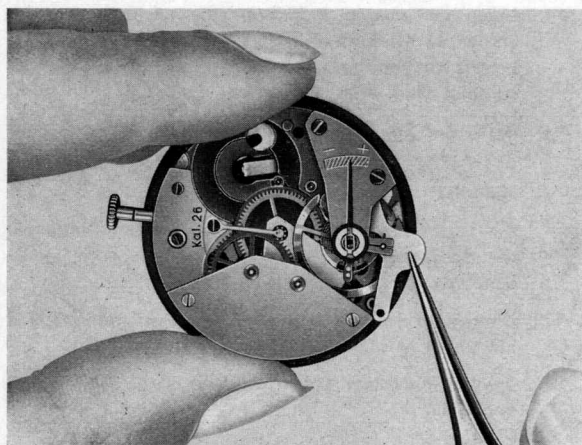
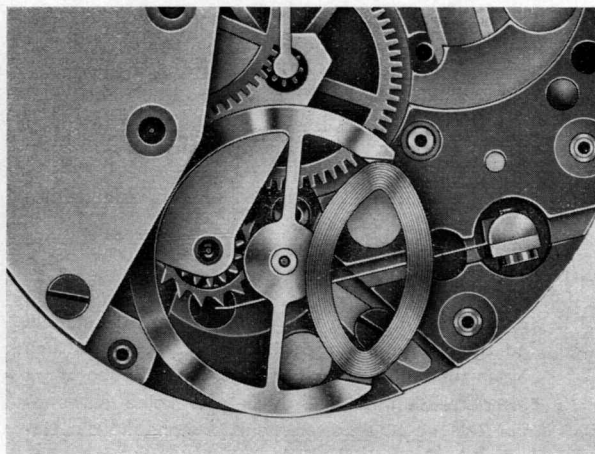

Abb. 8
Abb. 13
- 6.1.3 Lösen der oberen Jochschrauben und Entfernen des oberen Jochs durch seitliches Herausschwenken, Hierbei ist zu beachten, daß die Antriebsspule nicht beschädigt wird. Abb. 8.
(2) In Querrichtung durch Schwenken des Justierhebels. Diese Möglichkeit erlaubt ein Verändern der Kontaktzeit bei gleichzeitiger Verstellung des Einschaltpunktes. In Raststellung aller 15 Radzähne darf zwischen Feder und Rad keine Berührung stattfinden. Abb. 13.
Analog hierzu liegt der Ausschaltpunkt in bezug auf die Bohrungen der Arbeitsmagneten symmetrisch zum Einschaltpunkt. Abb. 13. Zur genauen Ermittlung des Ein- und Ausschaltpunktes kann ebenfalls der Widerstandsmesser verwendet werden. Zu diesem Zweck wird das Instrument mit dem Kontaktkopf nach Abb. 8 an das Uhrwerk angeschlossen. Der Kontakteinsatz beim Bewegen der Unruh gemäß 6.4.19 ist
durch den Ausschlag des Instrumentenzeigers zu erkennen. Beim Ausschalten bewegt sich der Zeiger auf  $\infty$  zurück. War der Kontakt ausgebaut, und nicht aus der Klemmvorrichtung gelöst, so kann durch Schwenken des Kontakthalters innerhalb des möglichen Spiels im Isolierstück die ursprüngliche Kontakteinstellung gefunden werden. Abb. 13.